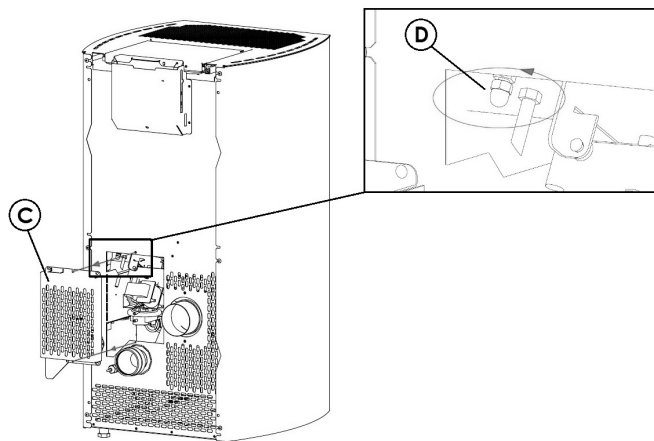

Fig. 76 - Αφαίρεση κάρτερ
- Αφαιρέστε το κάρτερ "C" επιθεώρησης στο πίσω μέρος της σόμπας (βλ. **Fig. 76**).